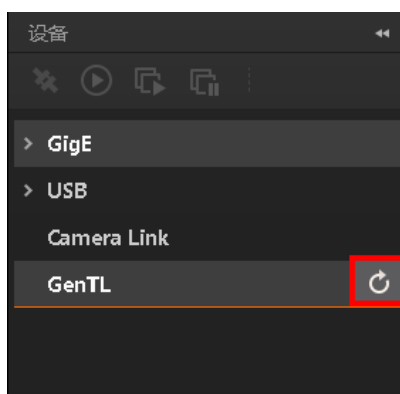
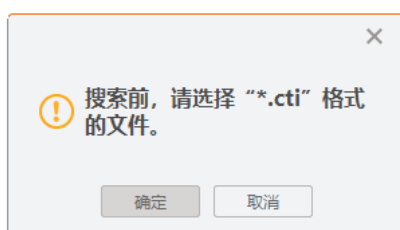

图2-3 刷新 GenTL 接口
图2-4 加载 cti 文件
2. 点击 MVS 设备列表中 GenTL 接口处的 ，如图 2-3 所示。界面弹出加载 cti 文件的窗口，如图 2-4 所示，点击“确定”。